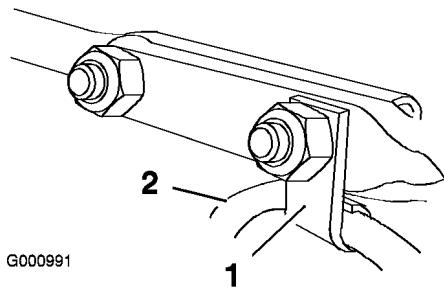

Figure 16
- Insérez le serre-câble qui supporte le câble du déflecteur sur le boulon avant et fixez les boulons au moyens de contre-écrous fournis dans le sachet de pièces détachées (Figure 16).